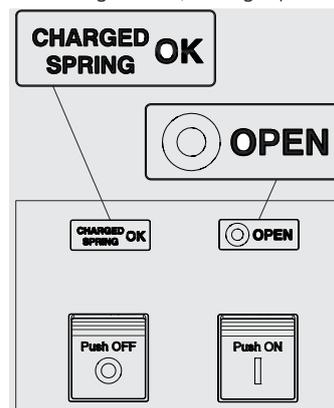

Abbildung 50
- Leistungsschalter aus mit gespannten Federn (siehe Abbildung 50).